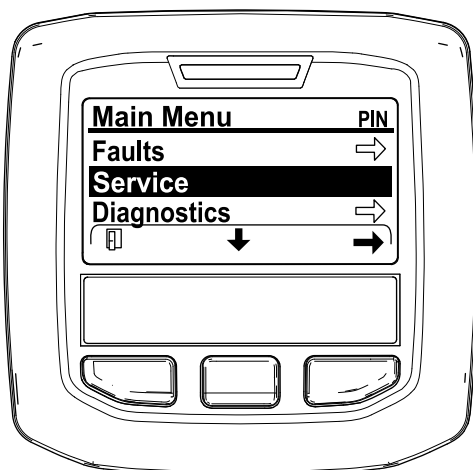

Figura 49
2. Vá até ao MENU PRINCIPAL, prima o botão central para ir até ao MENU DE MANUTENÇÃO e prima o botão direito para selecionar a opção de MANUTENÇÃO (Figura 49).